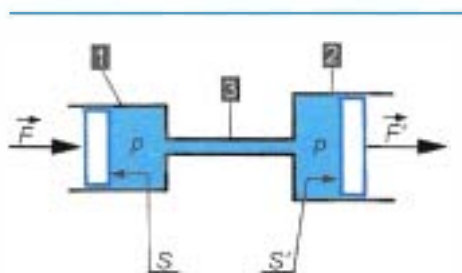

Figure 9.6 • Principe de transmission de la pression et de modification des forces dans un circuit hydraulique.
- à la section de chaque cylindre récepteur (figure 9.6).